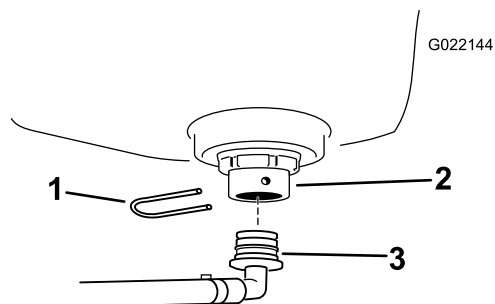

Figura 4
1. Montate il raccordo del diaframma sul serbatoio di lavaggio (Figura 4).